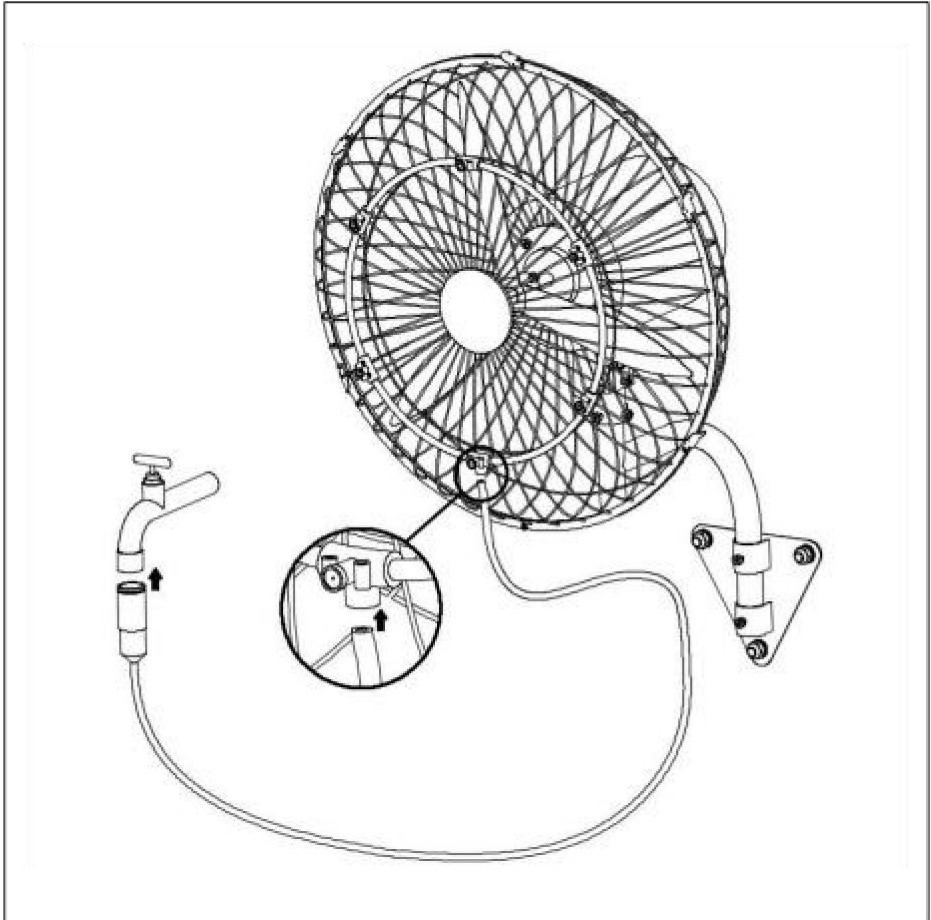

Fig. 11.
2). Anslut vattenröret till kranen respektive sprutmunstycket och dra åt kranen. Se (Fig.11.) Klar!